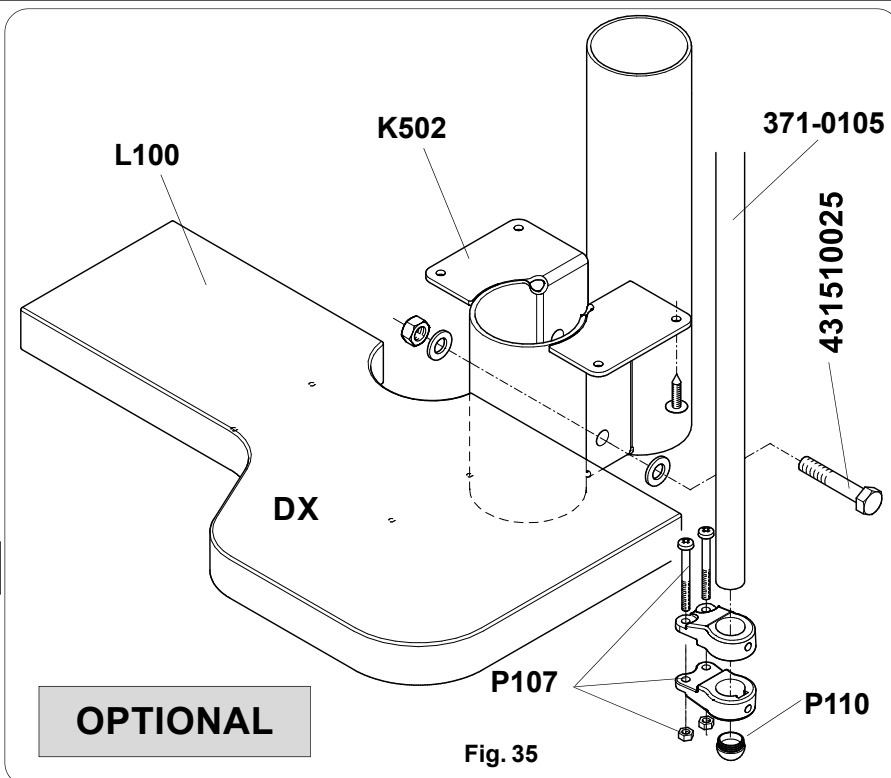

Fig. 35
- E' possibile richiedere, per altezze "H" maggiori, uno o due gradini aggiuntivi. Il kit gradino aggiuntivo, sempre ed esclusivamente destro, è composto da un supporto gradino **K502**, un gradino destro L100 e relative viti di fissaggio (fig.35). Pertanto, nelle configurazioni precedentemente elencate, in cui si partiva sempre con un gradino sinistro e si arrivava sempre con quello sinistro, con l'aggiunta di un kit, la partenza e l'arrivo non saranno uguali. Con il montaggio, invece, di due kit, si ripristineranno le condizioni precedenti ma, la partenza e l'arrivo, saranno con gradini destri.
- For greater "H" heights, one or two additional steps may be requested. The additional step kit is always and exclusively right-oriented and includes one **K502** step support, one L100 right step and the relevant anchoring screws (fig. 35).
- Pour toute hauteur "H" supérieure, il est possible de demander une ou deux marches supplémentaires. Le kit de marche supplémentaire, constitué toujours et exclusivement une marche droite, est composé d'un support de marche **K502**, de la marche droite L100 et des relatives vis de fixation (fig.35). Par conséquent, pour les configurations indiquées plus haut où la première et la dernière marche étaient toujours des marches gauches, avec la marche supplémentaire, les marches de départ et d'arrivée ne seront plus identiques. En revanche, avec le montage de deux kits, on rétablit les conditions précédentes seront rétablies, et les marches de départ et d'arrivée seront des marches droites.
- Um eine höhere Höhe "H" zu erreichen, sind ein oder zwei zusätzliche Stufen erhältlich. Das Zusatzstufen-Set, welches nur mit rechten Stufen erhältlich ist, besteht aus einem Stufenträger **K502**, einer rechten Stufe L100 und den entsprechenden Befestigungsschrauben (Abb. 35). Bei den oben beschriebenen Treppenarten, die stets mit einer linken Stufe beginnen und abschließen, unterscheiden sich Eintritt und Austritt nach der Ergänzung durch das Set. Durch die Montage von zwei Sets hingegen lässt sich die Form wieder vereinheitlichen, wobei Eintritt und Austritt jeweils aus rechten Stufen bestehen.
- Se pueden pedir, para alturas "H" mayores, uno o dos peldaños adicionales. El kit de peldaño adicional, siempre y exclusivamente derecho, está compuesto por un soporte de peldaño **K502**, un peldaño derecho L100 y los correspondientes tornillos de fijación (fig. 35). Por tanto, en las configuraciones anteriormente enumeradas, en las que se partía siempre de un escalón izquierdo y se llegaba siempre a otro también izquierdo, con la adición de un kit, la partida y la llegada no serán iguales. Sin embargo, con el montaje de dos kits, se restablecerán las condiciones iniciales, pero la partida y la llegada serán con escalones derechos.